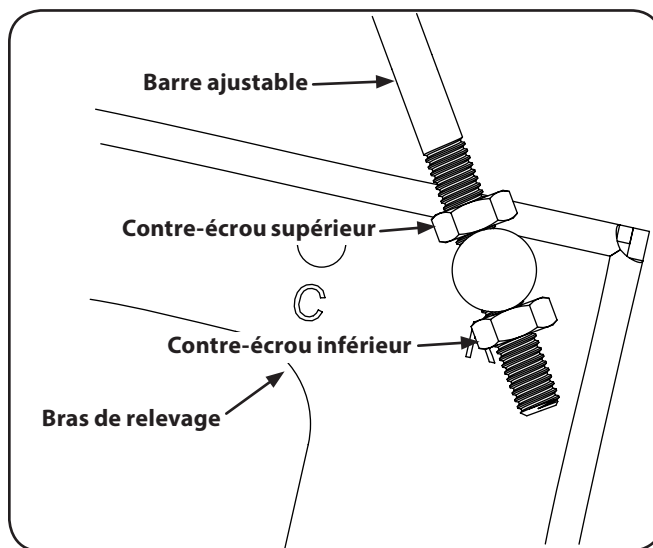

Figure 6-6
3. Desserrez le contre-écrou inférieur situé sur la barre ajustable qui est fixée au bras de relevage pour abaisser le plateau de coupe, puis serrez le contre-écrou supérieur pour fixer le plateau de coupe. Desserrez le contre-écrou supérieur et serrez le contre-écrou inférieur pour fixer le plateau de coupe. Voir Figure 6-6.